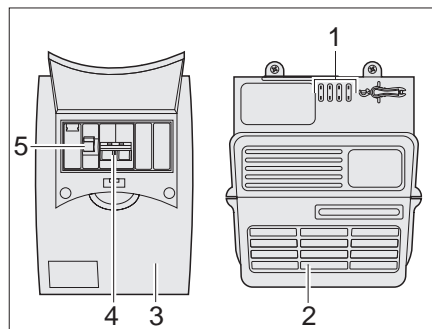

Bild 91 Netzgerät und Sicherungsautomat
Der 230-V-Sicherungskasten (Bild 91,3) ist neben dem Netzgerät (Bild 91,2) montiert.
Im Sicherungskasten (Bild 91) befindet sich die Hauptsicherung (Bild 91,4) und ein Fehlerstromschutzschalter (Bild 91,5).
Der Fehlerstromschutzschalter (Bild 91,5) misst den Stromfluss von der Strom Hin- und Rückleitung. Besteht zwischen beiden Leitungen ein Gleichgewicht, wird der Fehlerstromschutzschalter nicht aktiv. Kommt es zu einer Differenz zwischen den Leitungen, unterbricht der Schalter den Stromfluss sofort. Dadurch verhindert er gefährliche Stromunfälle.
- Hauptschalter (Bild 91,4) nach oben auf Stellung "ON" drücken.
- Fehlerstromschutzschalter (Bild 91,5) nach oben auf Stellung "ON" drücken.